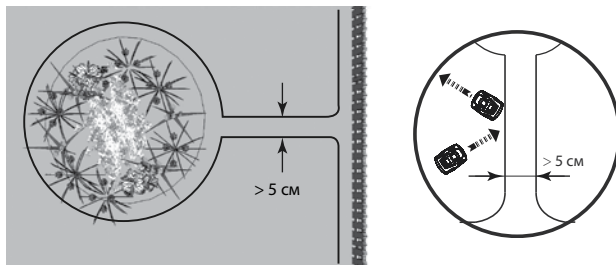

Рис. 14
1) Расстояние между параллельными проводами должно быть не менее 5 см (рис. 14). Таким образом, газонокосилка будет воспринимать ограничительный провод как обычное препятствие.